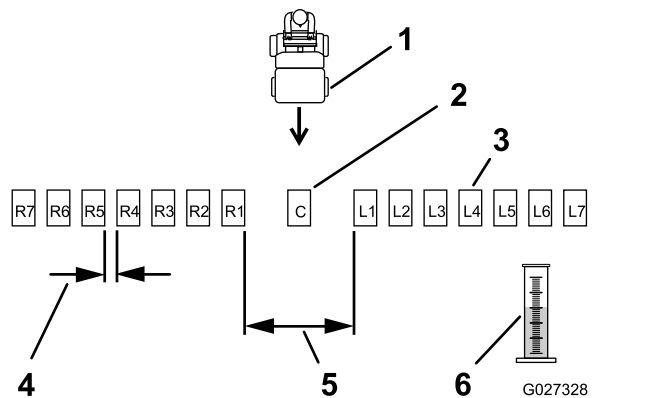
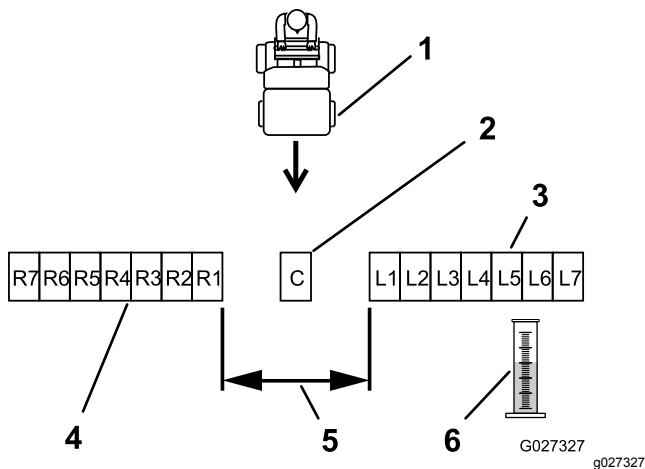

Figure 21
Figure 22
2. Placez les autres bacs en ligne droite, comme montré à la Figure 21 ou la Figure 22.
Disposez six autres bacs de chaque côté en les espaçant de 30 cm (12 po) (Figure 21).
Disposez six autres bacs côte-à-côte de chaque côté (Figure 22).
- Étiquetez chaque éprouvette de dosage en fonction du bac correspondant (par exemple L2, L1, Central, R1, R2); voir Figure 21 et Figure 22.